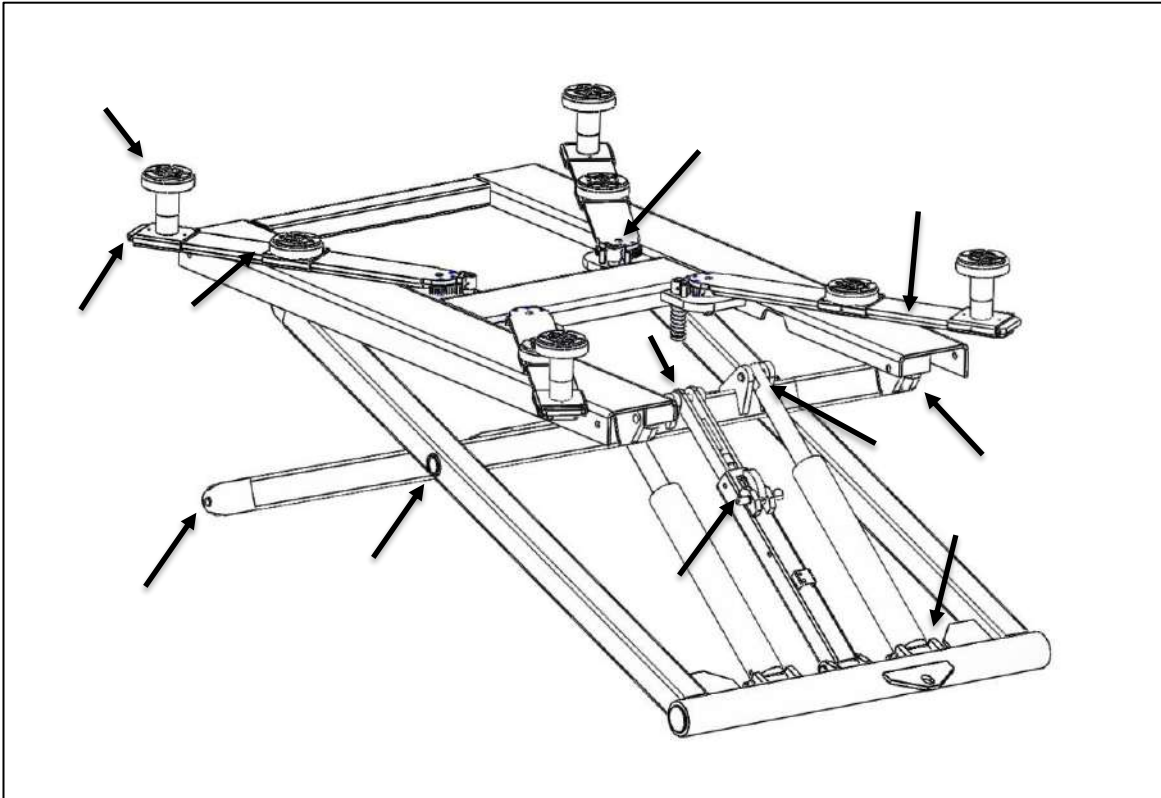

Fig. 16 - Tjek ved årlig vedligeholdelse af maskinen
6.4 Årlig vedligeholdelse (visuel oversigt fig. 16)